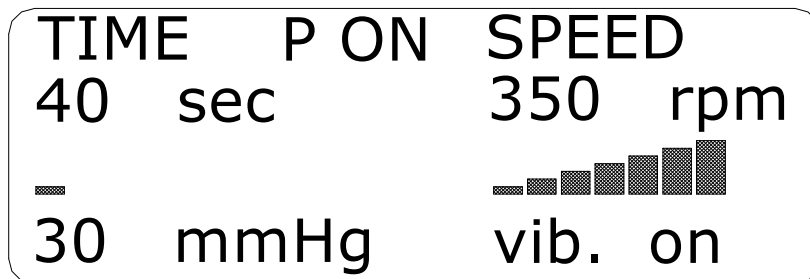

FIG 6
12. Accionar la bomba de vacío mediante el botón 13 PUMP. Comienza a parpadear "P ON" en Pos. 24. El diagrama de Pos. 23 se desplaza hacia la izquierda y el valor de la presión interna decrece hasta el valor máximo. Después de aproximadamente 15 segundos, la bomba ha logrado el máximo vacío que corresponde a una presión residual de aproximadamente 30mmHg (Fig 6). Si esto no se logra, el vacío existente puede significar que las tazas no están bien colocadas.